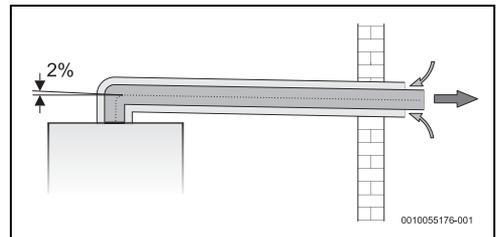

Fig. 23 Instalación tipo C13
- Tener una inclinación negativa (fig. 23)